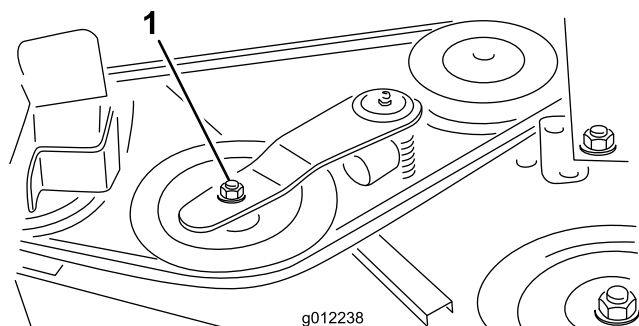
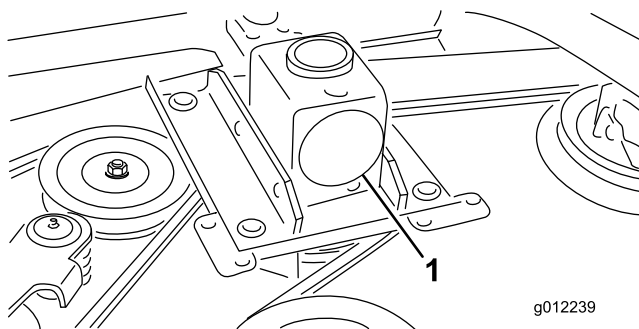

Figura 30
Figura 31
2. Con una chiave dinamometrica o uno strumento simile, allontanate la puleggia tendicinghia (Figura 30) dalla cinghia di trasmissione per allentare la tensione della cinghia e staccarla dalla puleggia degli ingranaggi (Figura 31).